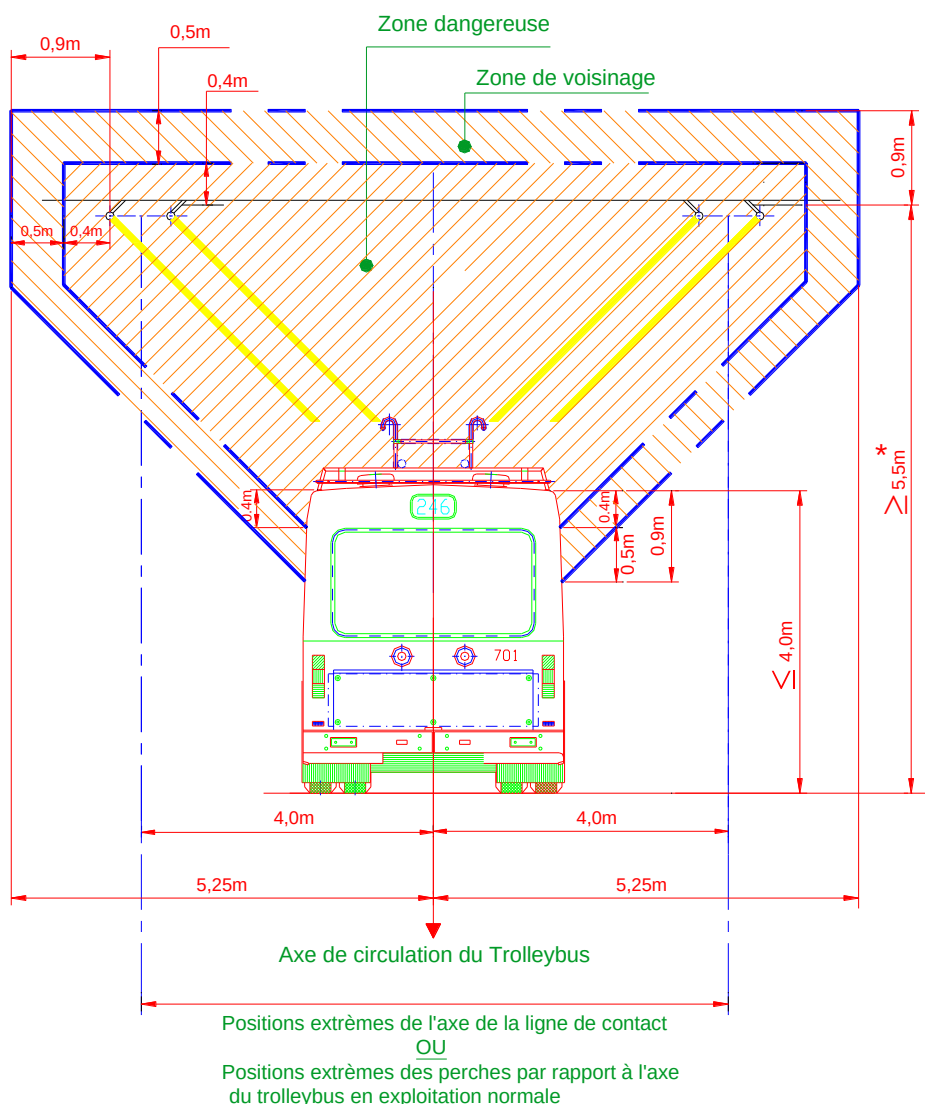

Figure 3
(OCF/DE OCF 44.c, ch. 8.3 et EN 50122-1, chiffre 5 figure 3)
- Que la protection de longueur H1 soit plus basse d'au moins de 0,9m par rapport au toit du trolleybus (voir figures 3 et 4)
$0,5\text{ m}$ (zone de voisinage, voir figure 3)
Ainsi dans le cas exceptionnel de décâblage les perches sont retenues par la protection de hauteur H_3 (fig. 6) + hauteur du hauban ($5,5\text{ m}$ minimum, fig.3), soit au moins $8,5\text{ m}$ (hauteur maximum de la perche : $8,1\text{ m}$)